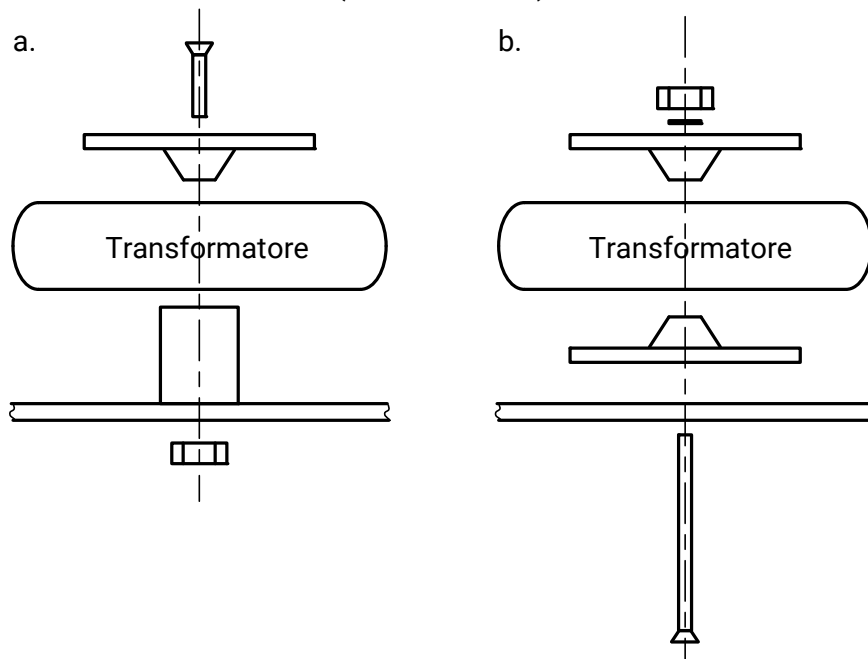

Fig. 2. Trasformatore di fissaggio esempi
- Collegare il trasformatore ai terminali XT1 e XT2, come mostrato in figura 1. Quando si utilizza il corpo "Contact" (fig.2), installate il trasformatore in un mandrino speciale e fissatelo con la speciale rondella di plastica usando la vite M4×20 e il dado M4 (in dotazione). La scheda di alimentazione installatela nella sede sopra il trasformatore. Se si utilizza il corpo di metallo (fig.2b), fissate il trasformatore con le rondelle di plastica da entrambi i lati attraverso il foro nel corpo mediante la vite M4×60, rondelle di Grower D4 e dadi M4 (in dotazione).